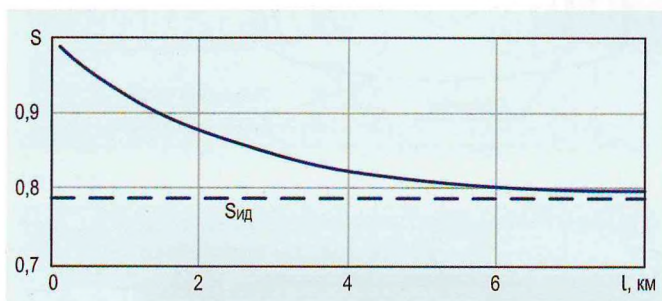

РИС. 3
При прокладке кабеля следует учитывать внешние факторы, влияющие на значения реального КЗД. Во-первых, чем длиннее кабельная линия (при условии, что обеспечивается непрерывность металлопокрова), тем реальный КЗД (S) ближе к идеальному ($S_{ид}$). График зависимости КЗД от длины кабельной линии приведен на рис. 3.